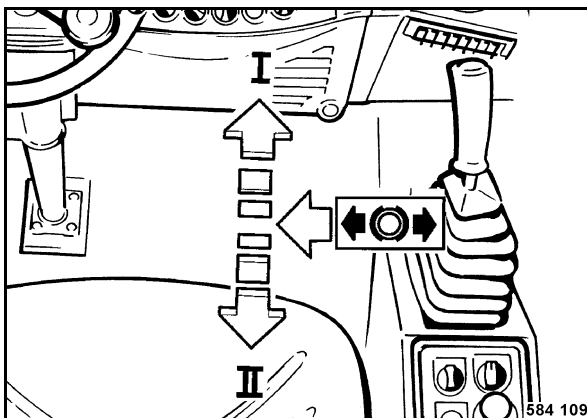

Fig. 174
- Desplazar la palanca de marcha (Fig. 174) hacia adelante, hacia atrás y a posición de frenado. Mientras tanto hay que comprobarla por funcionamiento, movimiento suave, libertad de juego y deterioros.